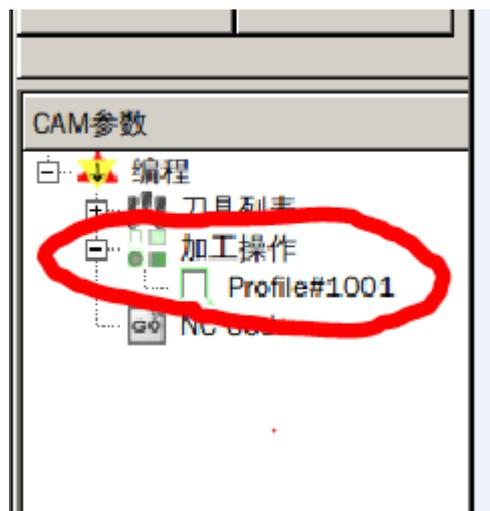

图 2.10
(3) 设置好参数并点击确定后，加工操作对象就被添加到了操作列表之中，如图 2.10 所示。双击操作对象会弹出参数设置界面，可以对加工参数进行修改。